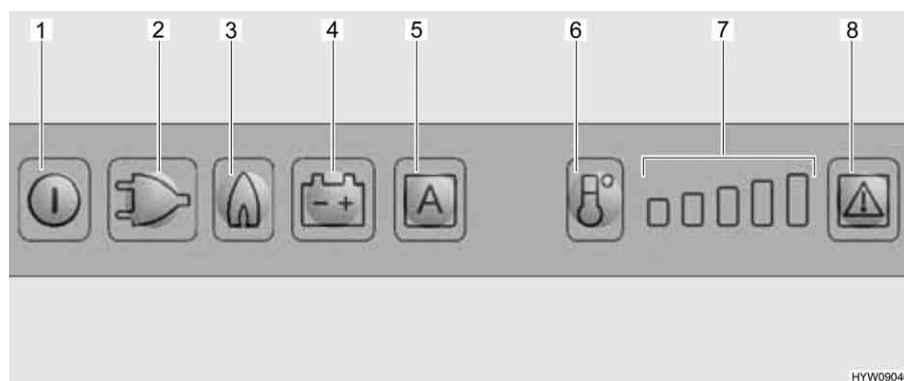

Fig. 137 Elementi di comando del frigorifero
Se è impostata la modalità di funzionamento "AES", la tensione a 230 V **non** è allacciata e il motore del veicolo è **spento**, il sistema AES seleziona il rifornimento di gas. Selezionando il funzionamento a gas, il dispositivo di sicurezza si apre automaticamente, così che il gas possa fluire al bruciatore. Contemporaneamente si inserisce l'accenditore elettronico. Se la fiamma del gas si spegne, p. es. a causa di un colpo di vento, l'accenditore viene subito azionato riaccendendo il gas. In caso di guasto del funzionamento a gas, i tasti luminosi relativi a gas (Fig. 137,3) e guasto (Fig. 137,8) lampeggiano e viene emesso un segnale acustico per 20 secondi.
Dopo l'accensione il frigorifero seleziona automaticamente la regolazione intermedia del termostato. Questa regolazione può essere modificata manualmente tramite il tasto di selezione del livello di temperatura (Fig. 137,6). Le spie di controllo (Fig. 137,7) indicano la temperatura selezionata sul termostato. Il tasto di selezione del livello di temperatura permette di regolare la temperatura di refrigerazione per tutti e tre i tipi di energia. Ci vogliono alcune ore prima che il frigorifero raggiunga la temperatura normale di esercizio. Cambiando la modalità di funzionamento la regolazione del termostato non viene modificata. La temperatura di refrigerazione è indipendente dal tipo di energia utilizzata.
- Premere il tasto On/Off (Fig. 137,1) per circa 2 secondi. Il frigorifero si accende e viene visualizzato l'ultimo tipo di energia impostato, oppure "AES".
- Impostare la temperatura di refrigerazione con il tasto di selezione del livello di temperatura (Fig. 137,6). Le spie di controllo (Fig. 137,7) indicano la temperatura selezionata sul termostato.
- Premere il tasto On/Off (Fig. 137,1) per circa 2 secondi. Il frigorifero si spegne e le indicazioni smettono di lampeggiare.